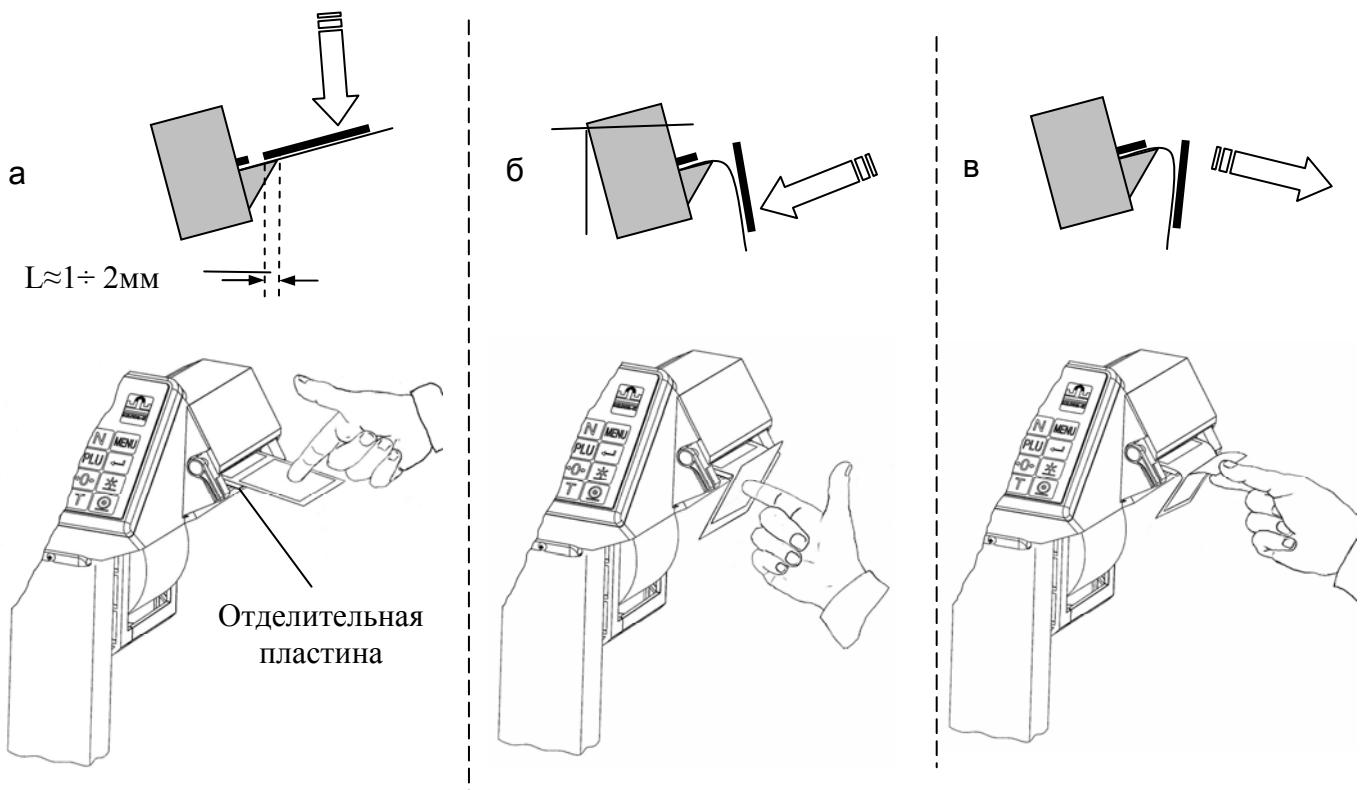

Рис. 7. Отделение этикетки в весах без узла подмотки (весы ВПМ_Ф, ВПМ_Т)
- после печати край этикетки остановится над отделительной пластиной (Рис. 7 а);
- легким нажатием указательного пальца отклонить этикетку вниз вместе с лентой (Рис. 7 б).
- снять этикетку с ленты, удерживая ее за верхний край большим и указательным пальцами (Рис. 7 в).
3 Если край этикетки не отделяется при нажатии или отделяемый край слишком мал, то необходимо откорректировать место остановки этикетки. Рекомендованное место остановки, когда край этикетки не доходит до конца отделительной пластины на 1÷2 мм (см. Рис. 7 а).